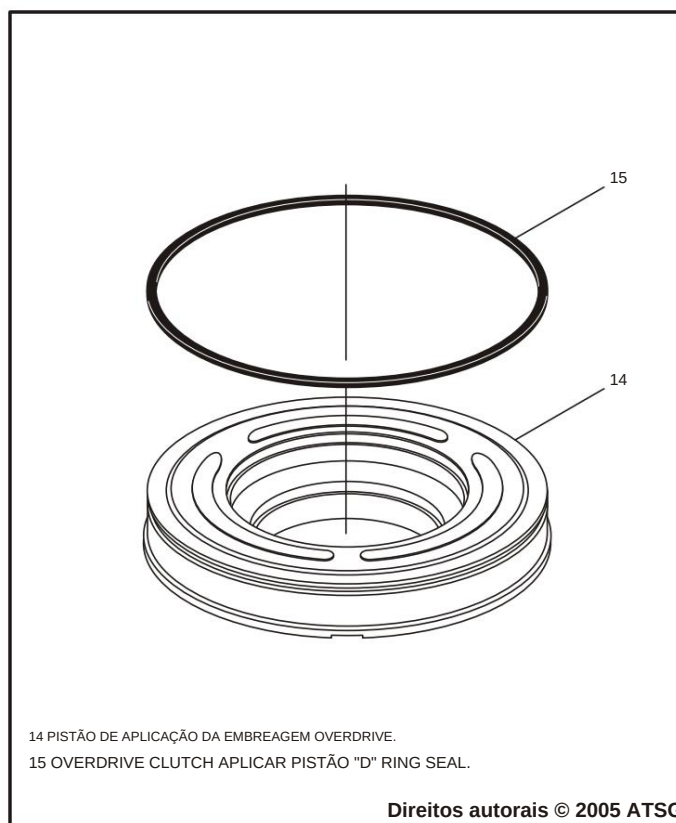

Figura 79
6. Instale um novo anel de vedação externo em "D" no pistão de aplicação da embreagem overdrive, conforme mostrado na Figura 79, e lubrifique com uma pequena quantidade de Trans-Jel®.